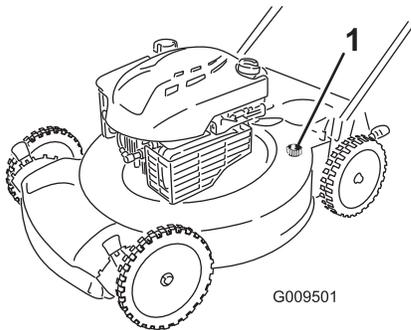

Figure 31
5. Branchez un tuyau d'arrosage relié à l'alimentation en eau au raccord de lavage du carter du tablier de coupe (Figure 31).